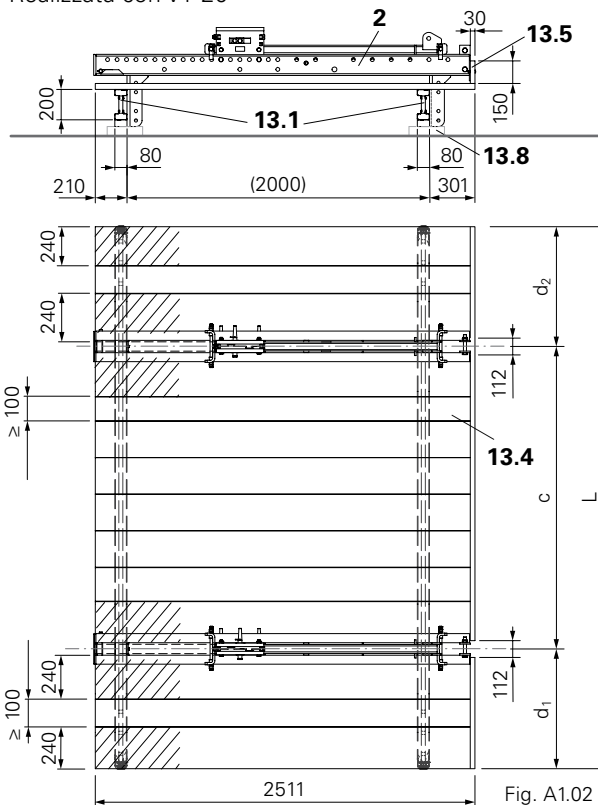

Fig. A1.02
SCS 250: 2511 mm. (Fig. A1.02)
- SCS 250: 2511 mm. (Fig. A1.02)